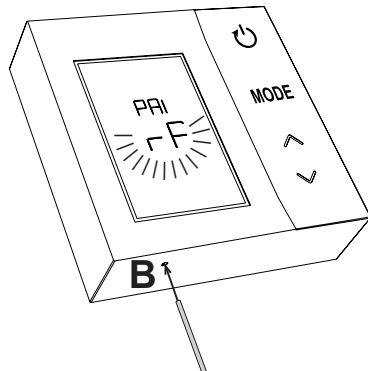

fig. 23
14. Shtypeni për 1 - 2 sekonda me një objekt me majë, butoni **B** në termostat ("fig. 23").